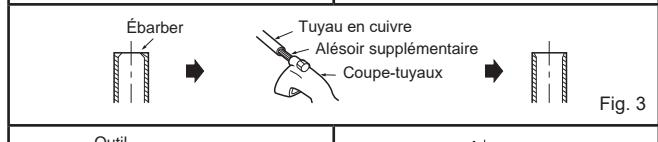

Fig. 3
- S'il tuyau de vidange fourni avec l'unité interne est trop court, branchez-le au tuyau de vidange fourni sur chantier (l). (Fig. 3)
- 2) Ébarbez parfaitement la partie tronçonée du tuyau en évitant d'introduire des éclats de métal dans la tuyauterie. (Fig. 3)